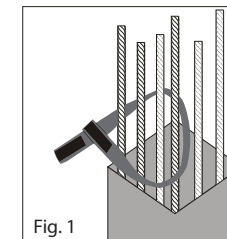

Fig. 1
- Prenez maintenant la lanière d'ancrage pour béton et enroulez-la autour de la section verticale de barres d'armature de la colonne ou du pilier. Faites passer l'une des boucles d'extrémité de la lanière à travers l'autre boucle, comme indiqué sur la figure 1 ci-contre. Serrez la lanière en tirant sur l'extrémité libre.